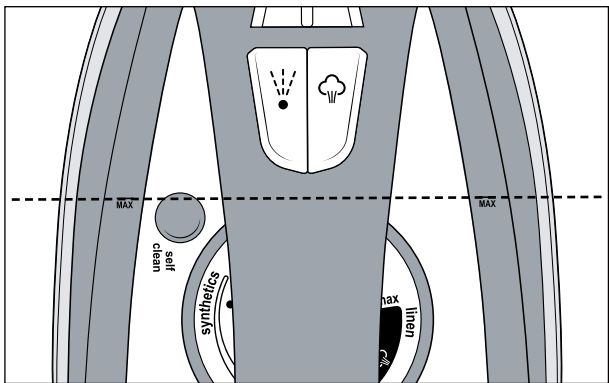

Abb. 1
- 3) Befüllen Sie mit dem Messbecher **12** den Wassertank  **2** bis höchstens zur Markierung **MAX** (siehe Abb. 1).